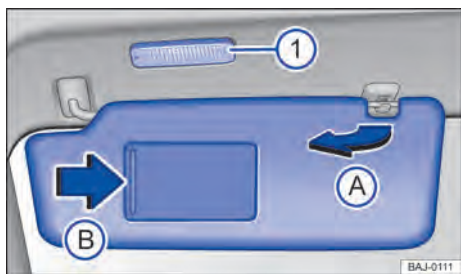

Fig. 91 No revestimento do teto dianteiro: para-sol.
- Retirar do suporte e virar na direção das portas → Fig. 91 A).